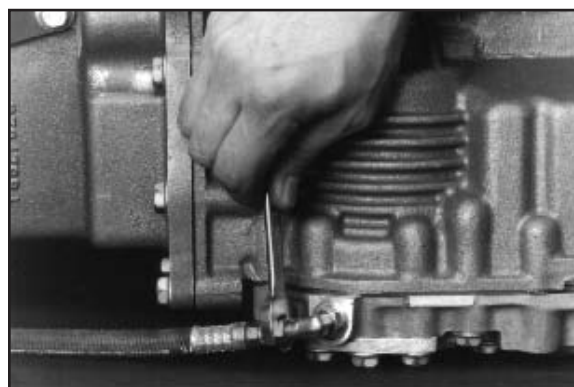

Fig. 11 (Se muestra el lado Derecho)
11. Use la conexión especial para ensamblar correctamente la línea de alta presión a la transmisión. Esta conexión está incluida en la TDF (**Fig. 11**). Vea la tabla para conocer la correcta especificación de mangueras en a página 13. Con la manguera y la TDF ensambladas correctamente, vuelva a llenar la transmisión de acuerdo con las especificaciones sugeridas por el fabricante.